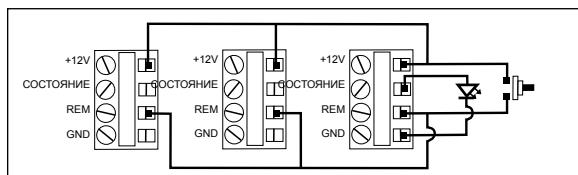

Рис. 3 Три устройства PS-8RE III настроены для параллельной работы в режиме без фиксации с светоизлучающим индикатором.
Для того, чтобы контролировать разные блоки PS-8RE III, используя при этом несколько переключателей, используйте режим без фиксации (DIP #3 ВКЛ), затем подсоедините параллельно REM и +12V и выводы всех блоков (Рис.3). Подсоедините один или более контактные переключатели без фиксации параллельно с выводами REM, и +12V. Каждый раз при нажатии какого-либо переключателя, все подсоединеные устройства должны менять состояние (с ВКЛ на ВЫКЛ или ВЫКЛ на ВКЛ).
**Полезный совет:** Срабатывания прерывателя или неправильные операции на передней панели могут привести к тому, что блоки, работающие в режиме с фиксацией, могут выпадать из последовательной работы. Для восстановления последовательной работы, нажмите и удерживайте дистанционный переключатель (рис. 3) в течение более 4 секунд.